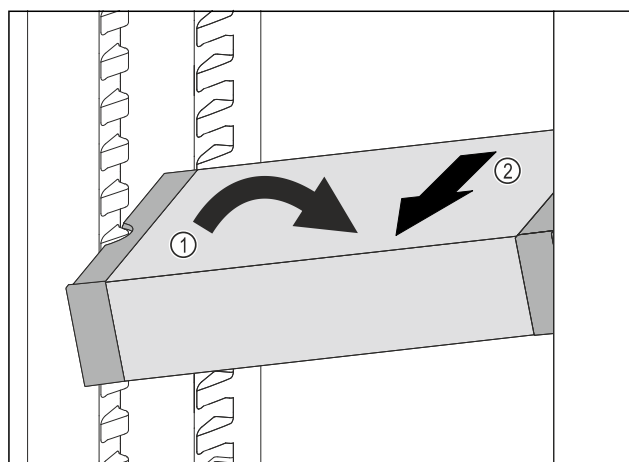

Fig. 93
- VarioSafe postavte v chladničce šikmo. Fig. 93 (1)
- VarioSafe odeberte směrem dopředu. Fig. 93 (2)